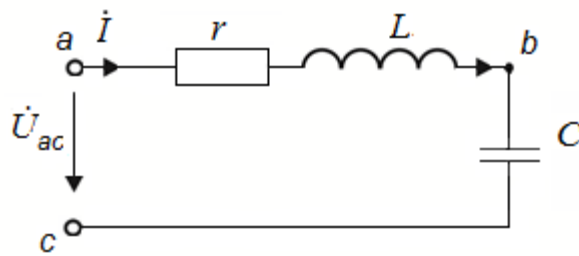

Рис. 177
3. В схеме на рис. 177 определить величину индуктивности L , приложенное напряжение \dot{U}_{ac} и ток в цепи \dot{I} , если ток \dot{I} отстаёт от приложенного напряжения \dot{U}_{ac} на 45° , $\dot{U}_{ac} = 315$ В; $R = 50$ Ом, $C = 3,18$ мкФ, $f = 500$ Гц. Записать выражение для комплексного сопротивления цепи.